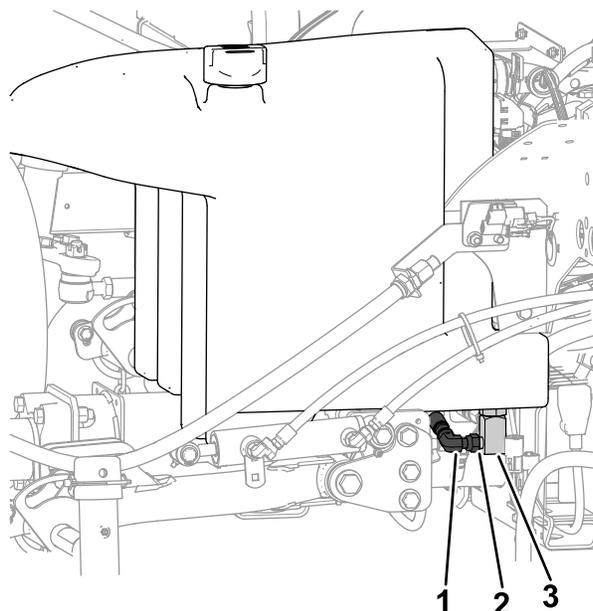

Рисунок 146
2. Поместите большой сливной поддон под коллектор (Рисунок 146) на дне гидравлического бака; см. Проверка уровня гидравлической жидкости \(страница 93\).